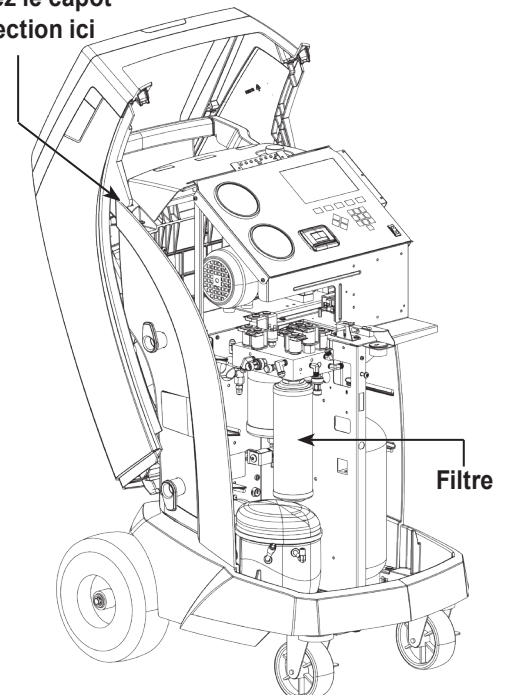

Figure 8
3. Accrochez le capot de protection à l'arrière de la machine comme indiqué sur la Figure 8.
6. Installez le nouveau filtre en le vissant en place dans le sens des aiguilles d'une montre. Vérifiez que le filtre est bien positionné, tel qu'indiqué sur la figure 8. Serrez le filtre à 20 N•m.